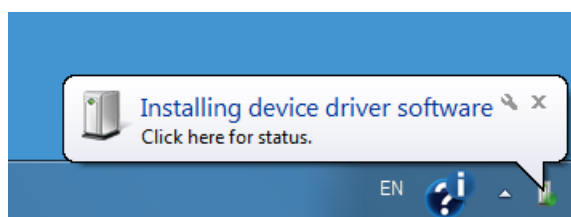

Рис. 4.3: Сообщение Windows об установке устройства
2. Подключите ваш 3D-сканер Artec к компьютеру и дождитесь, пока Windows определит устройство и установит необходимые драйверы. Покажется сообщение, подобное изображенному на Рис. 4.3.